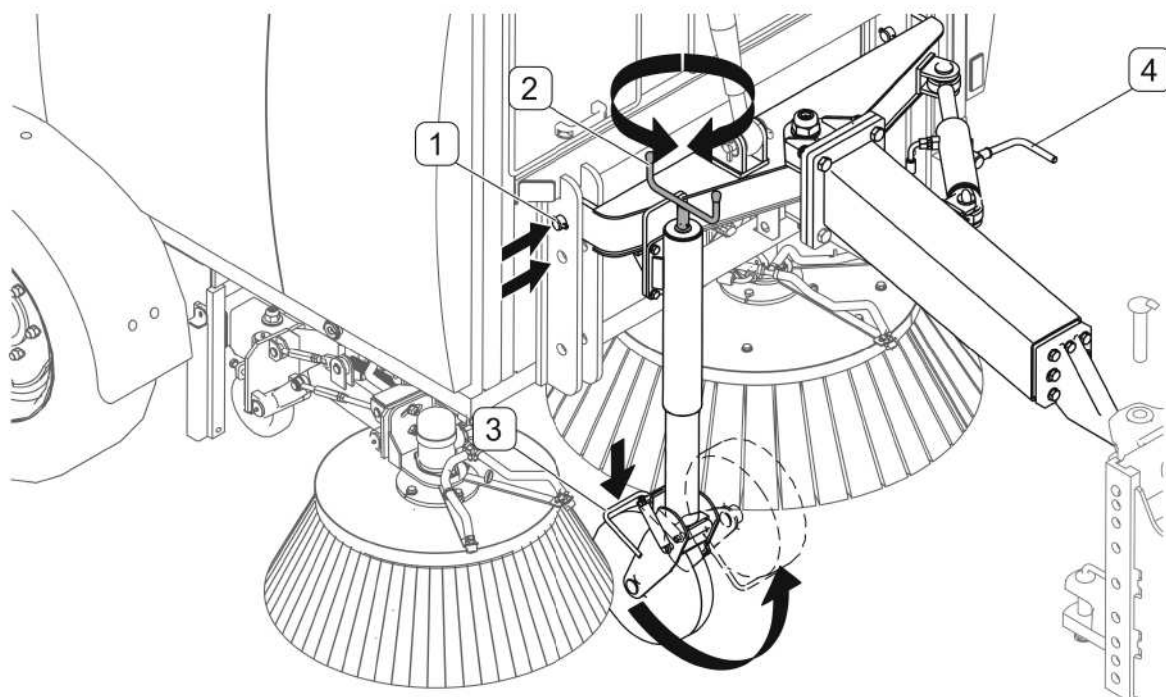

РИСУНОК 4.1А ПОДСОЕДИНЕНИЕ СЦЕПНОГО УСТРОЙСТВА ПОДМЕТАЛЬНО-УБОРОЧНОЙ МАШИНЫ К ТРАКТОРУ
(1)- шкворень сцепного устройства; (2)- рукоятка опорного колеса; (3)- педаль опорного колеса; (4)- рукоятка механизма стояночного тормоза
Подметально-уборочная машина ZMC 2.0 оснащается сцепкой с дышлом, регулируемым по высоте. Для изменения высоты положения дышла машины необходимо определить высоту положения сцепного устройства в отверстиях рамы, учитывая положение сцепного устройства трактора и возможность регулирования его высоты, а также возможность присоединения телескопического карданного вала. В случае необходимости нужно вынуть шкворни (1) и переставить в крепежное отверстие ниже или выше (разница расстояния между осями отверстий составляет 100 мм). (РИСУНОК 4.1А)